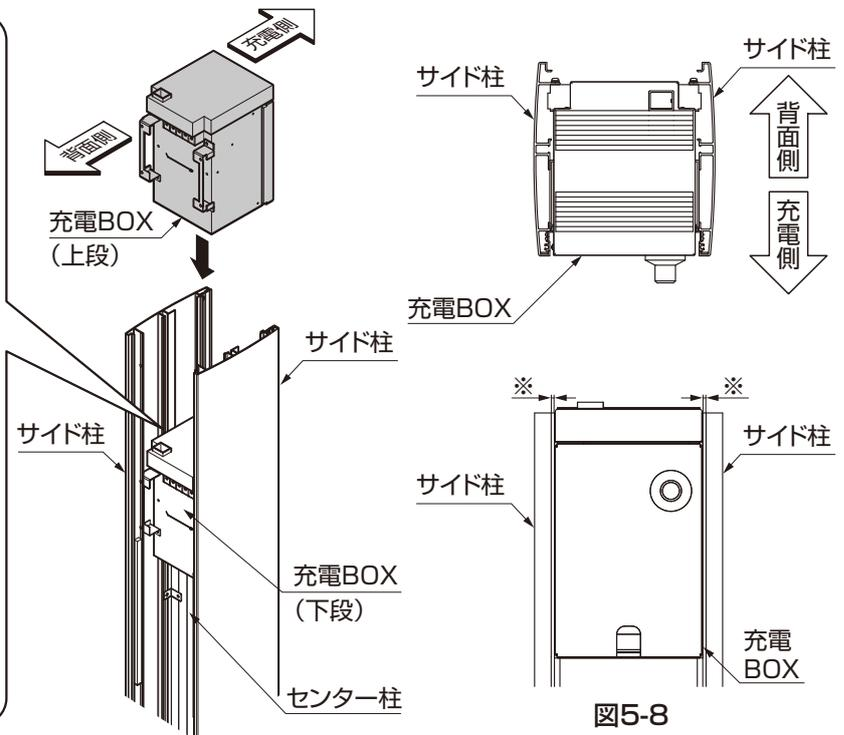

図5-8
- 充電側から見て充電BOXの隙間(*)が均等であることを確認して[2-1]で取付けてください。(図5-8参照)